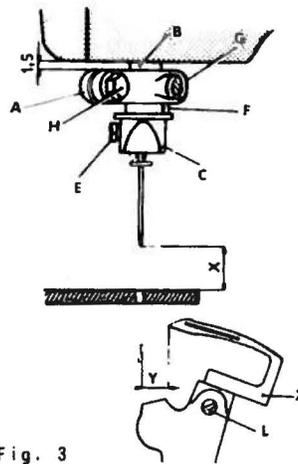

Fig. 3
- S 1651 00 per esecuzione quote come da fig. 3
3. Posizionamento dell'ago (fig. 3)
- Inserire fino in fondo il crochet Z nell'apposita sede e bloccarlo sul piano del gambo con la vite L (fig. 3).
- Nota:** tale quota e' da ritenersi indicativa e puo' essere suscettibile di successive modifiche. La corsa lineare del crochet deve risultare di mm. 20,5 (fig. 3).
- Ricercare la misura Y (tabella fasature) dalla punta del crochet all'ago (fig. 3).
- Allentare i controdadi A e C (fig. 7) e ruotare il perno B in un senso o nell'altro fino ad ottenere la misura Y (fig. 3) (calibro S. 1651 00)
5. Montaggio salva asola sul crochet inferiore (fig. 3)